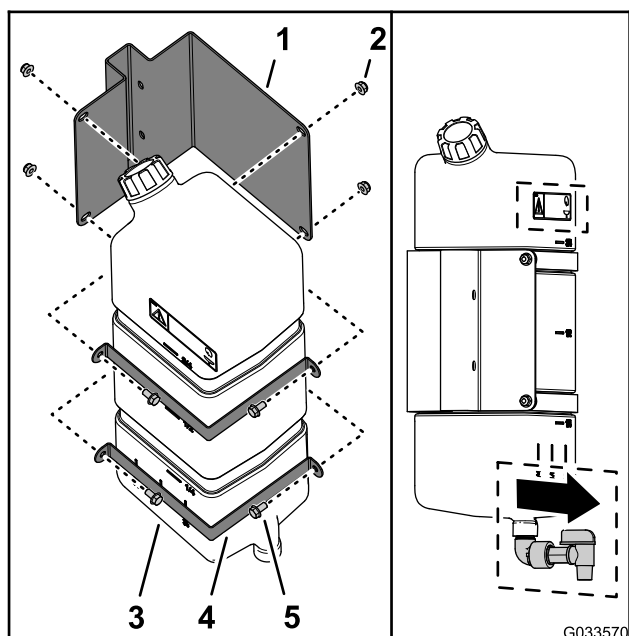

Figura 45
1. Montate il serbatoio d'acqua dolce sulla relativa staffa di supporto con 2 fascette di tenuta, 4 bulloni a testa tonda (5/16" x 5/8") e 4 dadi di bloccaggio flangiati (5/16") come illustrato nella Figura 45.